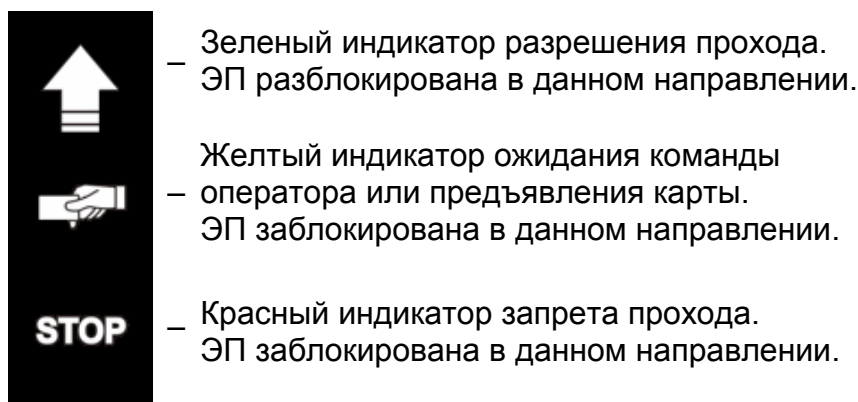

Рисунок 3. Мнемонические индикаторы блока индикации
Блоки индикации (8) расположены в торцевых крышках стойки ЭП и предназначены для информирования пользователей о текущем состоянии направлений прохода ЭП и установленных РКД. Индикация ЭП при подаче команд управления от ПДУ указана в табл. 6. Блок индикации имеет три мнемонических индикатора (см. рис. 3):